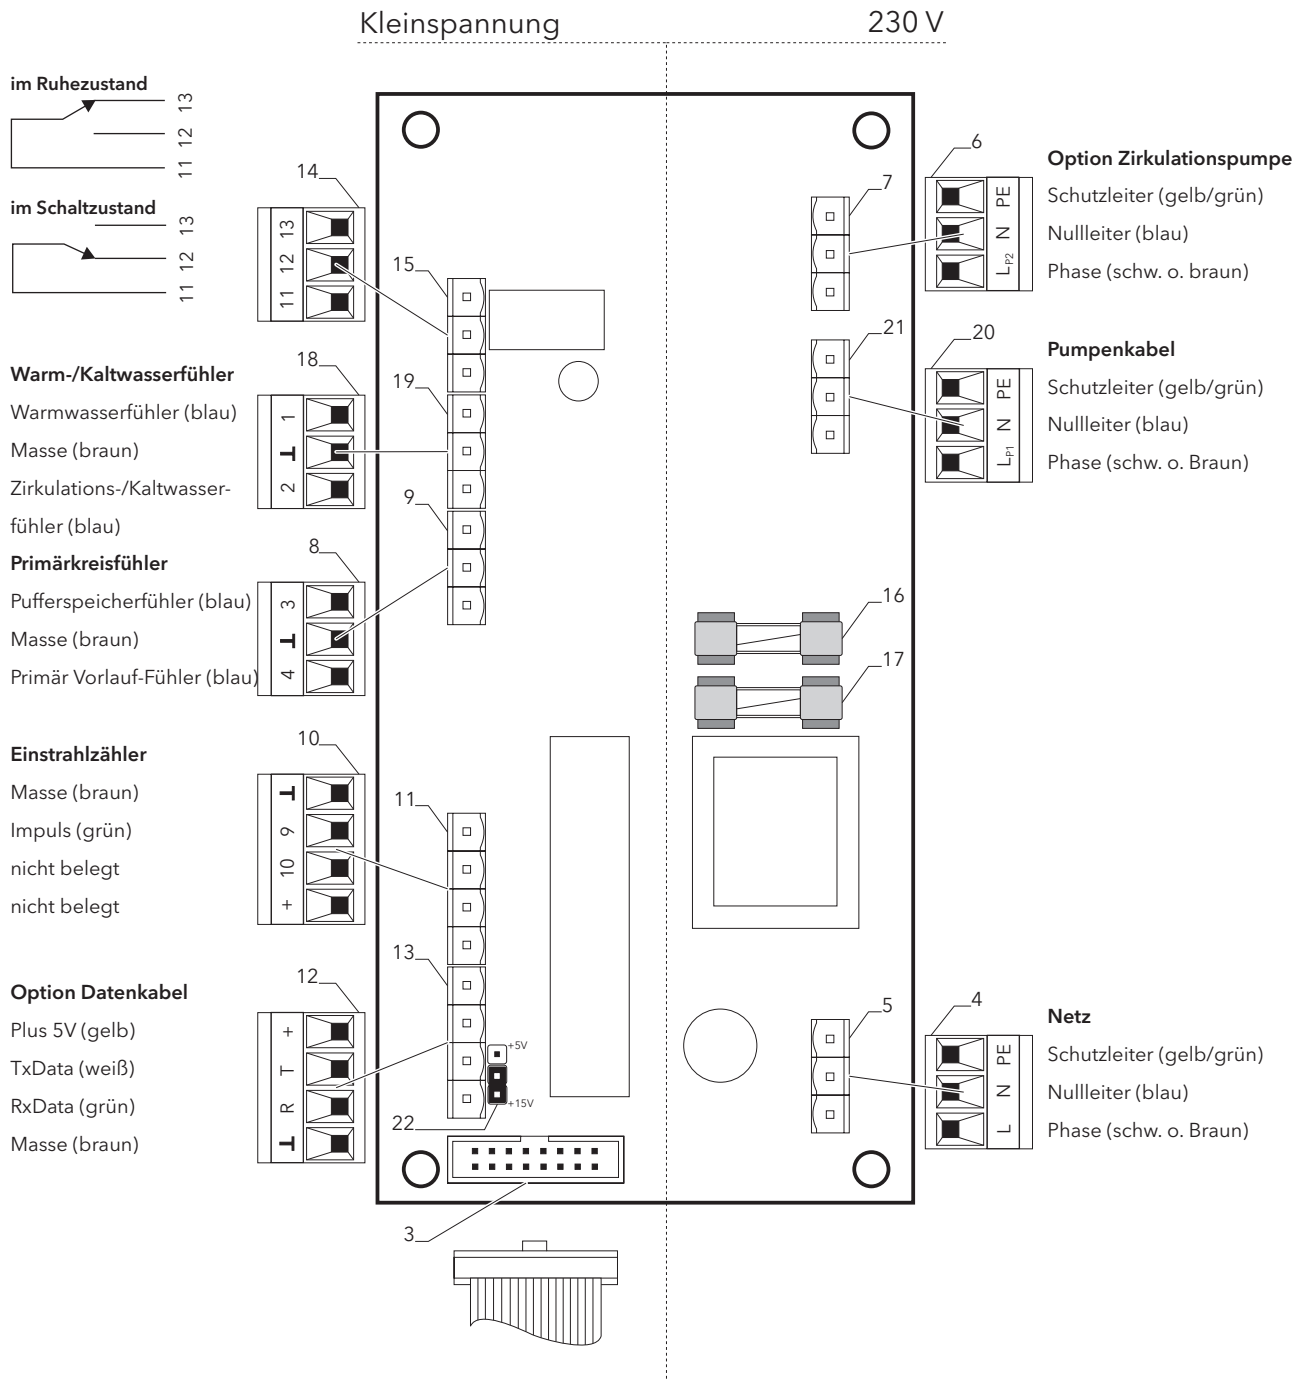

Bild 9 Regler anschließen
3.8 Regler anschließen (Bild 9, S. 12)
- Im Bild 9 sind auch die Steuer-Sicherung **(16)** (400 mA / 250 V) und die Leistungs-Sicherung **(17)** (6,3 AT / 250 V) erkennbar.